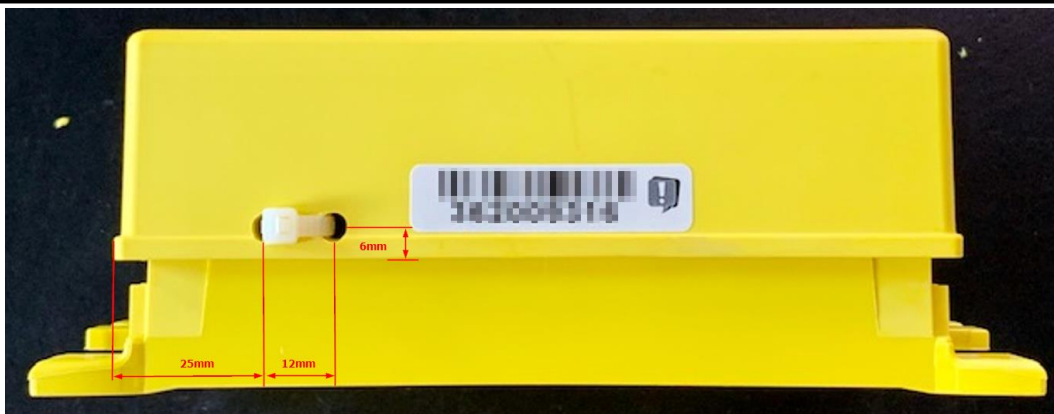

Abbildung 1: Absturzsicherung mit Kabelbinder
- Erstes Loch (linkes Loch gemäß Abbildung 1: Absturzicherung mit Kabelbinder) 25mm vom linken Rand (am Falz gemessen) und 6mm von der Falzkante.
- Zweites Loch (rechtes Loch gemäß Abbildung 1: Absturzicherung mit Kabelbinder) 37mm vom linken Rand (am Falz gemessen) und 6mm von der Falzkante.